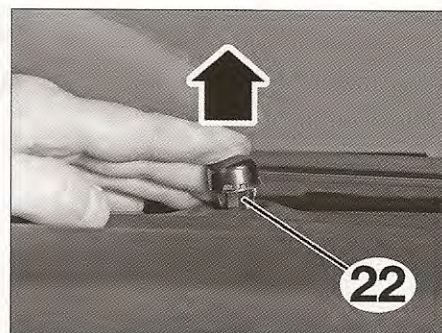

FIG. 30
- Desengrapar y desconectar el captador de radiación solar (22) en la parte superior del salpicadero (fig. 30).